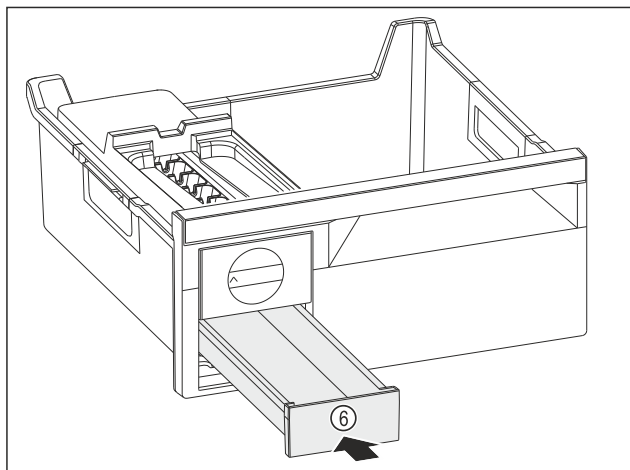

Fig. 125
- Zásuvku na kostky ledu Fig. 125 (6) zasuňte.